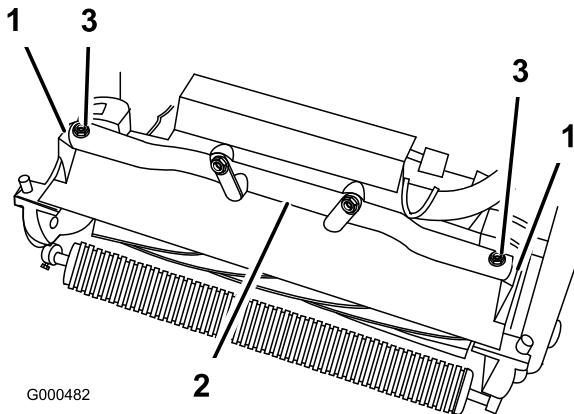

Figura 47
4. Togliete le due viti a testa cilindrica che fissano i bracci girevoli dell'apparato di taglio al tubo del telaio della trattice (Figura 47).
- Girate in avanti i bracci girevoli (Figura 47) ed appoggiate la trattice sul cavalletto ancorato.